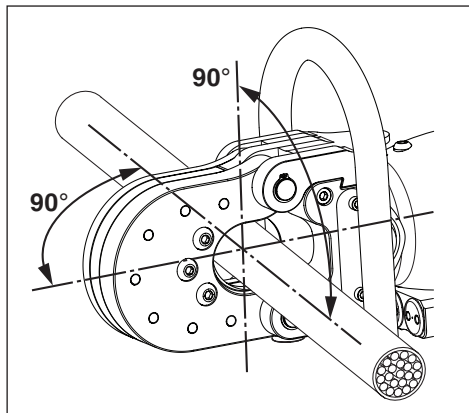

Abbildung 9, Positionierung des Materials im Schneidkopf
Positionieren Sie das zu schneidende Material so zwischen den Messern des Schneidgeräts, dass es sich parallel zur Kolbenachse befindet, siehe Abbildung 9. Dadurch erhält man bei geringster Belastung des Schneidgeräts die beste Schnittleistung.
4. Positionieren Sie das zu schneidende Material zwischen dem feststehenden und dem beweglichen Messer. Stellen Sie sicher, dass es sich parallel zur Kolbenachse befindet, wie in Abbildung 9 gezeigt. Für weitere Informationen siehe die Anweisungen in Abschnitt 9.5.